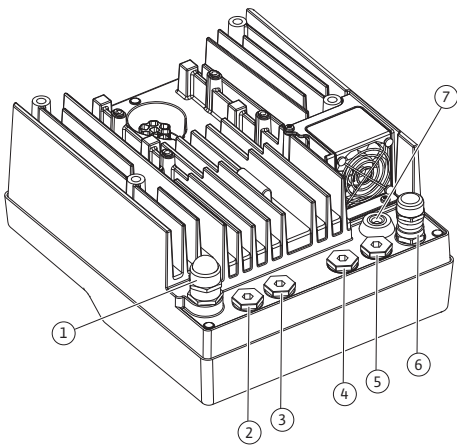

Fig. 19: 케이블 글랜드/케이블 부싱
4. 연결 케이블은 케이블 글랜드 M25(Fig. 19, 1번)를 통해 연결하십시오. 케이블 글랜드를 규정된 토크로 조이십시오.